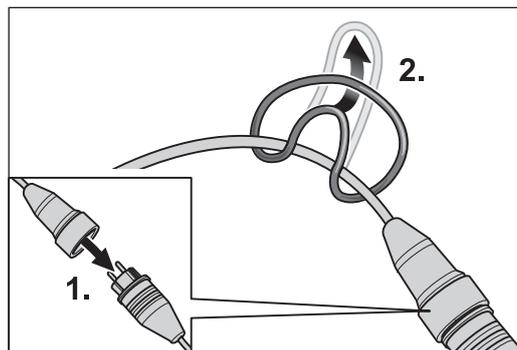

Abb. 9 Das Motorkabel mit dem Verlängerungskabel verbinden (1.). Den Zugentlastungsring am Verlängerungskabel befestigen (2.).
- 2 Stecken Sie den Stecker vom Motorkabel in die Kupplung des Verlängerungskabels (Abb. 9 1.).
- 3 Befestigen Sie den Zugentlastungsring am Verlängerungskabel (Abb. 9, 2.).